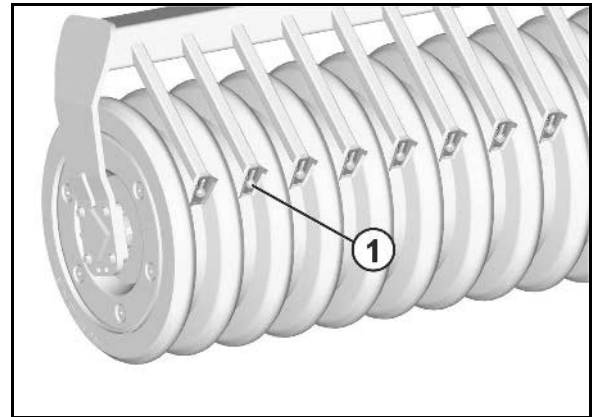

Рис. 52
- **Рис. 52** – 1-й ряд дисков сдвиньте вправо и проверьте заново.